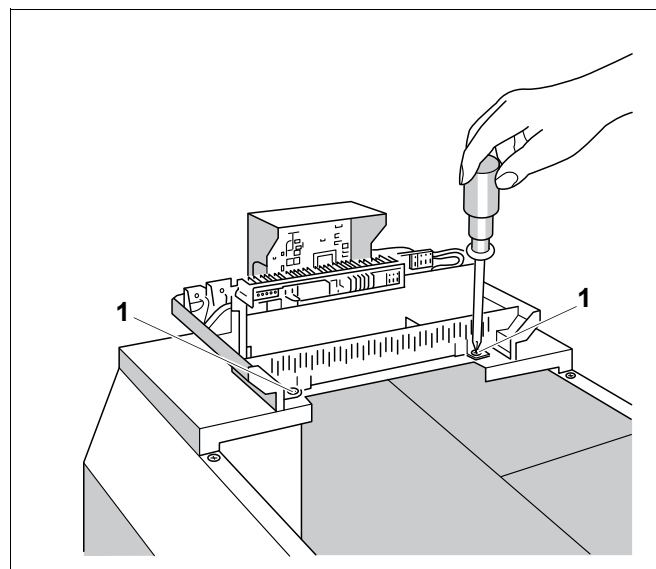

Рис. 15 Крепление системы управления Logamatic 2000
- Прикрутить двумя винтами систему управления сзади справа и слева в кабельном проходе (рис. 15, **поз. 1**) к передней крышке котла (рис. 15).